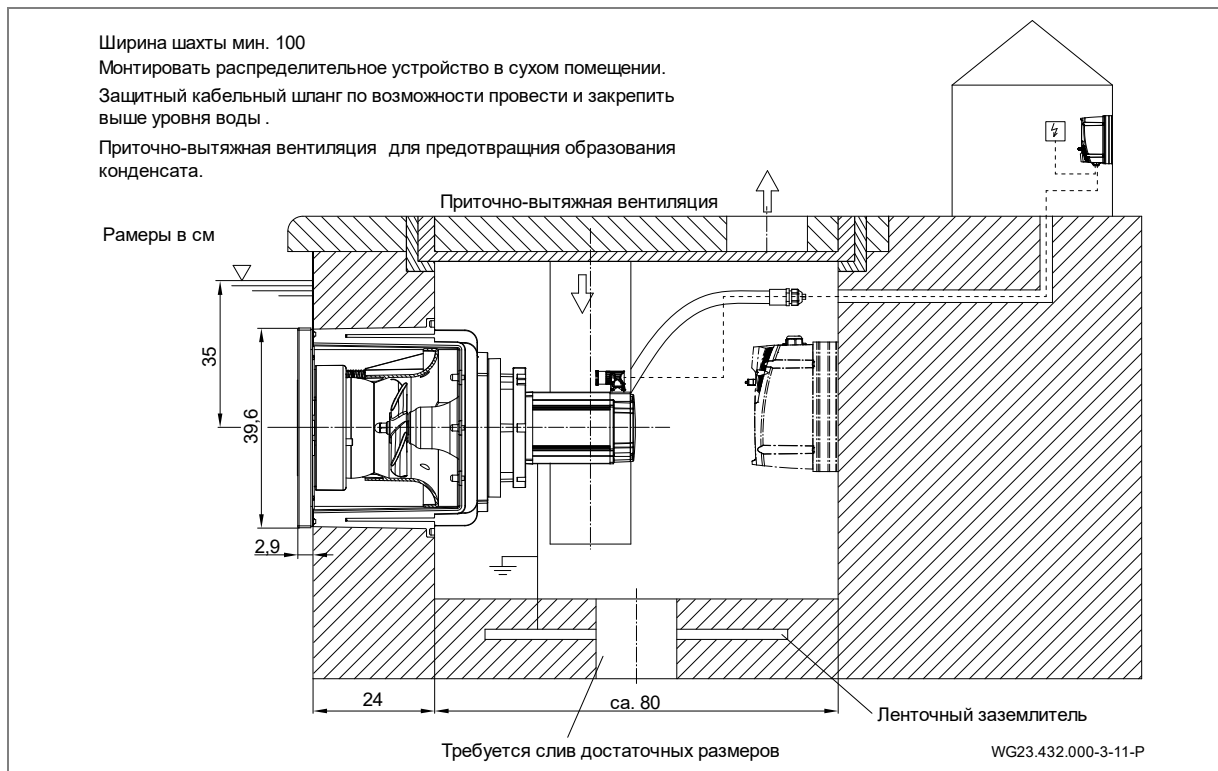

Рис. 17
1. Штуцер для подключения (d, (Рис. 17)) на пластиковом корпусе (1) и гнездо для подключения защитного кабельного шланга (12) обработать очистителем для PVC-U/ABS.
Установка размещается в шахте, граничащей с кромкой бассейна. В помещении для размещения оборудования должна присутствовать надлежащая приточная и вытяжная вентиляция, а также подходящий сливной трап. Должна быть предусмотрена возможность закрепления защитного кабельного шланга (по возможности выше уровня воды). В шахте должно иметься присоединение для уравнивания потенциалов. См. "Рис. 17" на стр. 22. Должно иметься достаточное свободное пространство для монтажа и демонтажа двигателя и блока привода.